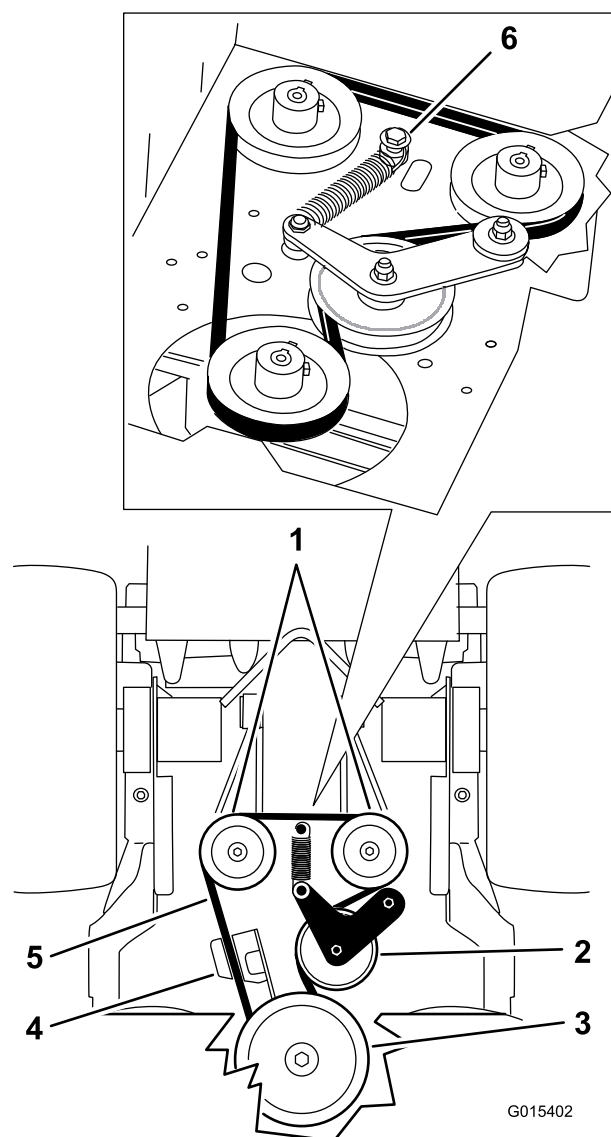

Figura 66
5. Rimuovete bullone a perno, dado e rondella dal piatto del motore e collegati alla molla (Figura 66).
6. Togliete la cinghia di trasmissione della pompa (Figura 66).
8. Installate la molla su bullone a perno e rondella e collegate al piatto del motore con il dado (Figura 66).